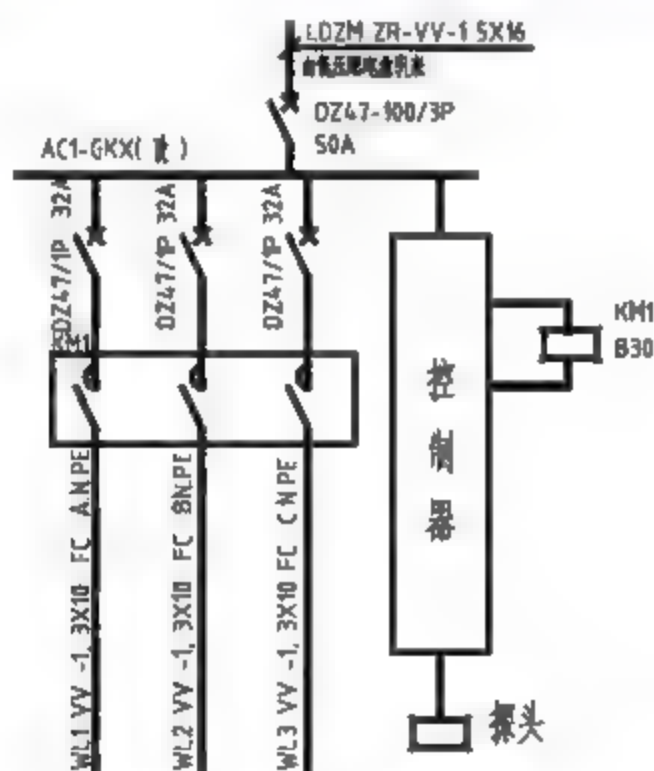

图6-29 打开素材
**01** 单击快速访问工具栏中的【打开】按钮，打开本书配备资源中的“素材\第6章\6-2 添加路灯照明系统图中的文字.dwg”文件，如图6-29所示。